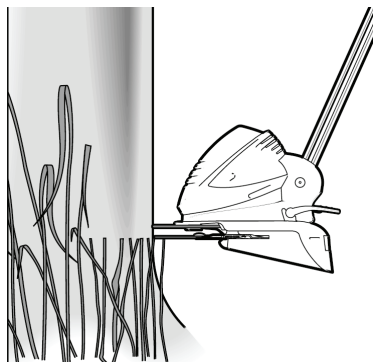

Fig. 26
1. Dele la vuelta al producto para acceder al cabezal del cortabordes (18) (Fig. 26).
2. Sujete el manguito de bloqueo (18d) firmemente con una mano y afloje al mismo tiempo el cabezal del cortabordes (18) girándolo en sentido contrario de las agujas del reloj y sáquelo del husillo (18c).
3. Alinee el nuevo cabezal del cortabordes (18) con el husillo (18c) y enrósquelo en el husillo (18c).
4. Sujete el manguito de bloqueo (18d) firmemente con una mano y apriete al mismo tiempo el cabezal del cortabordes (18) girándolo en el sentido de las agujas del reloj, para instalarlo en el husillo (18c).